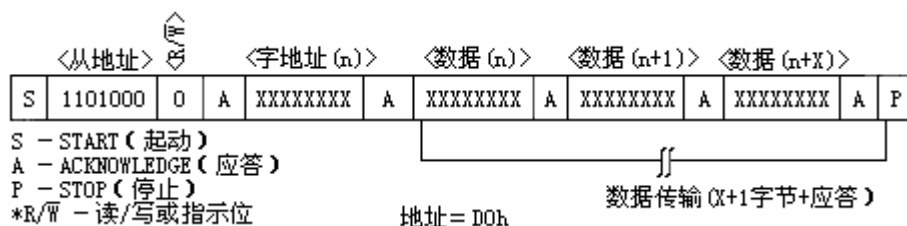

图 6 数据写—从器件接收模式
- 1、从接收器模式（写 DS1307 模式）：**器件通过 SDA 和 SCL 接收串行数据和时钟。在接收到每一个字节后，就发送一个应答位，而 START 和 STOP 为串行传递的始末端。在接收到从地址和方向位（见图 6）后，硬件自动执行地址识别。在主器件产生起动（START）条件后，DS1307 接收到的第一个字节是地址字节，此地址字节包含有 7 位的 DS1307 地址：1101000，跟随在指示位（R/~W）之后（此时为写操作，该位为 0）。在收到并译出地址信息后，器件就在 SDA 线上输出应答位。在 DS1307 识别从地址+写入位后，主器件将发送一个寄存器地址到 DS1307，以此在 DS1307 上设置寄存器指针，之后，主器件将开始发送数据字节（DS1307 在接受完每个字节之后都将返回一个应答位），所有数据字节传输完成后，主器件将产生一个停止（STOP）条件来中断数据的写入。